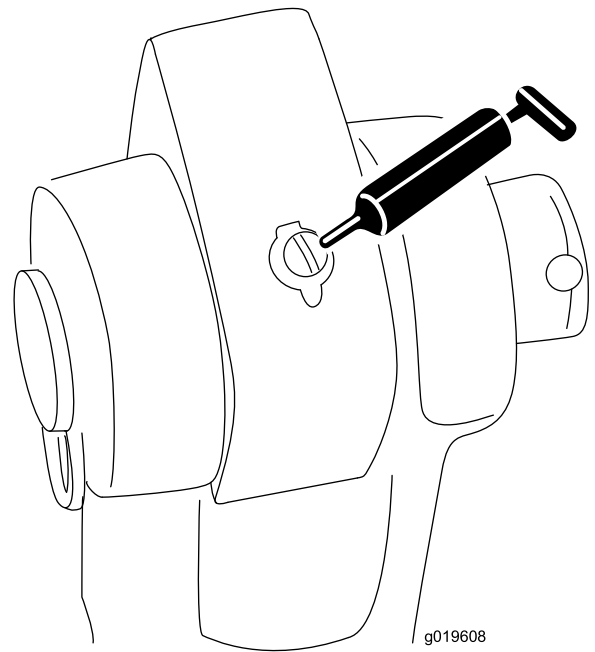

Figura 17
- Pivotes de los cilindros (2) – Figura 17